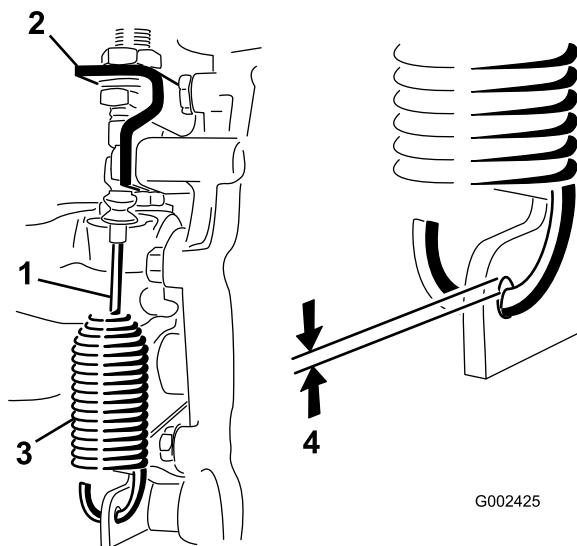

Figure 53
2. Desserrez les écrous de blocage qui fixent le câble de blocage du différentiel au support de la boîte-pont (Figure 53).